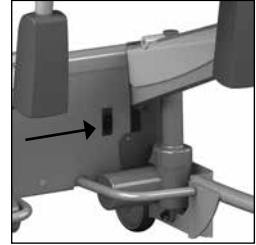

Abbildung 19 An / Aus-Schalter.
- Entfernen Sie den Stecker von der Handbedienung (1) (Siehe Abbildung 19).
- Drücken Sie den Notabsenkknopf ein (2) (Siehe Abbildung 19).
An der rechten Rückseite der Abdeckkappe befindet sich der An / Aus-Schalter (Siehe Abbildung 19). Wenn der Stuhl längere Zeit nicht benutzt wird, ist es ratsam, ihn auszuschalten. Dadurch verhindern Sie einen eventuell unerwünschten Gebrauch des Stuhls.